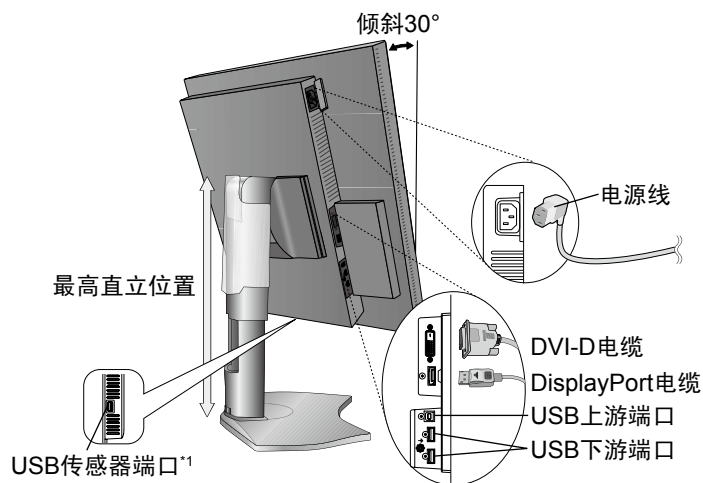
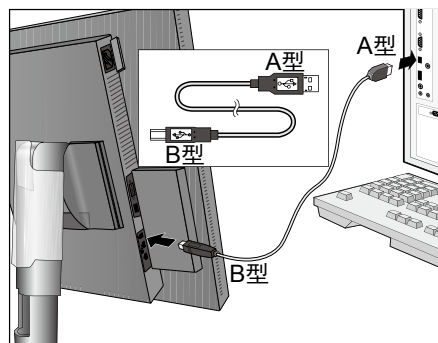

图 C.1
图 C.1a
4. 将所有电缆连接至相应的接口 (图 C.1)。使用 USB 电缆时, 将 B 型接口连接至显示器右后侧的 USB 上游端口并将 A 型接口连接至计算机上的 USB 2.0 下游端口 (图 C.1a)。如果使用 USB 设备的线缆, 则将其插入显示器的任一下游端口。